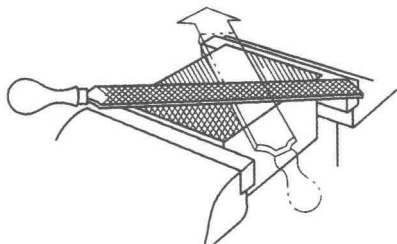

图 3 交叉锉法
(3) 交叉锉法。锉削时，锉刀的运动方向是交叉的，如图 3 所示。因此，工件的锉削面上能显出交叉的锉纹，容易把平面锉平。当平面还没有锉平时，常采用交叉锉法来找平。